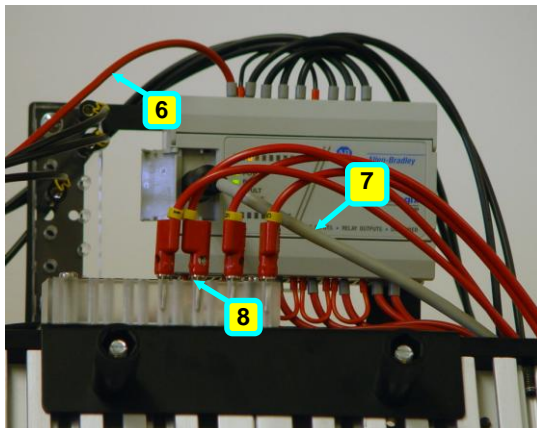

Figura 3: Componentes del PLC MicroLogix
Los cables banana no utilizados se guardan en el soporte para cable (consulte #8 en *Figura 3: Componentes del PLC MicroLogix*). La fuente de alimentación de 24VCC se debe conectar al panel PneuFlex y al PLC MicroLogix.
1. Desde el PLC MicroLogix, conecte el cable banana negro (#5, en la figura 3), etiquetado con (-), a un conector negro del distribuidor eléctrico.
1. Desde el PLC MicroLogix, conecte el cable banana rojo (#4, en la figura 3), etiquetado con (-), a un conector rojo del distribuidor eléctrico.
2. Desde el PLC MicroLogix, conecte el cable COM rojo (#6, en la figura 3), etiquetado como COM, a un conector rojo del distribuidor eléctrico.